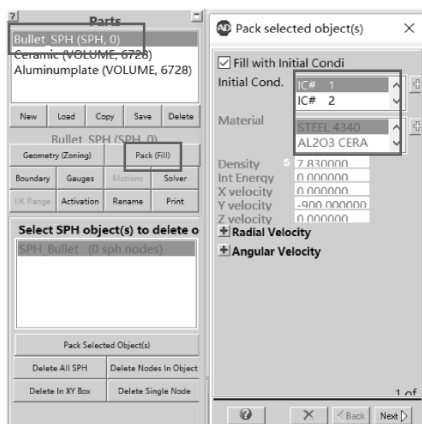

图 6-28 粒子填充
(4) 用 SPH 粒子填充 SPH_Bullet：选择【Bullet_SPH (SPH, 0)】→【Pack (Fill)】→【SPH_Bullet (0 sph nodes)】→【Pack Selected Object (s)】，弹出如图 6-28 所示的对话框，